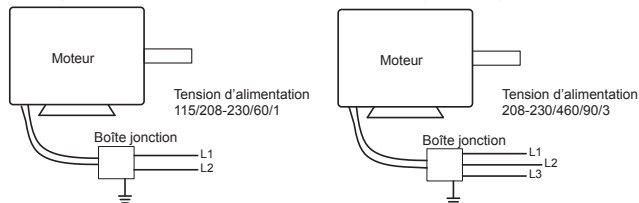

Figure 9
2. Câbler le moteur pour la tension souhaitée conformément au schéma de câblage figurant sur le moteur ou au schéma de câblage à la Figure 9.